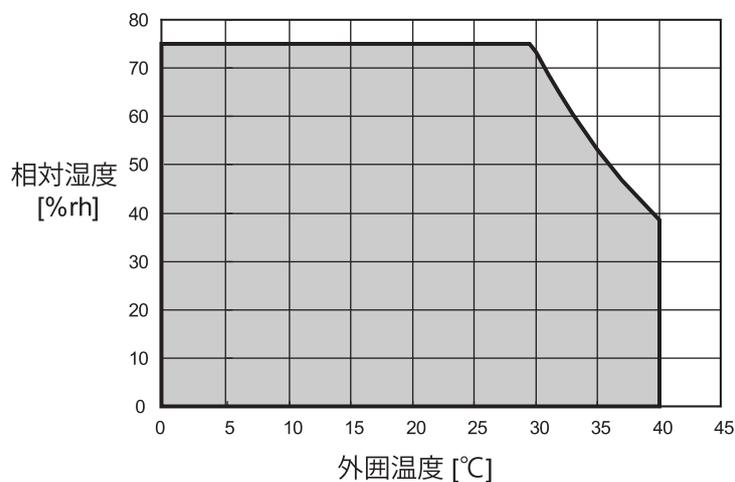

図 4.1 設置温湿度範囲
- 温湿度範囲が図 4.1 のグラフ内(外囲温度が 0°C ~ $+40^{\circ}\text{C}$ 、外囲湿度が $75\%rh$ まで)の場所(23 $^{\circ}\text{C}$ が最適です。)